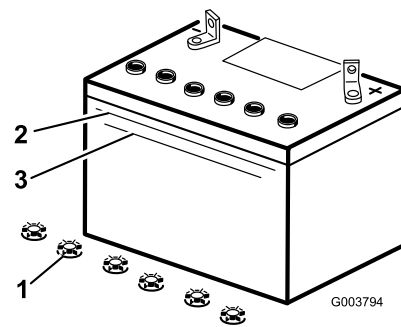

Figura 34
3. Mire hacia el lateral de la batería. El electrolito debe llegar a la línea superior (Figura 34). No permita que el electrolito esté por debajo de la línea inferior (Figura 34).
3. Retire los tapones de llenado de la batería (Figura 34).
4. Vierta lentamente agua destilada en cada célula de la batería hasta que el nivel de electrolito llegue a la línea superior (Figura 34) de la caja de la batería.
- Espera de cinco a diez minutos después de llenar las células de la batería. Añada agua destilada, si es necesario, hasta que el nivel de electrolito llegue a la línea superior (Figura 34) de la caja de la batería.